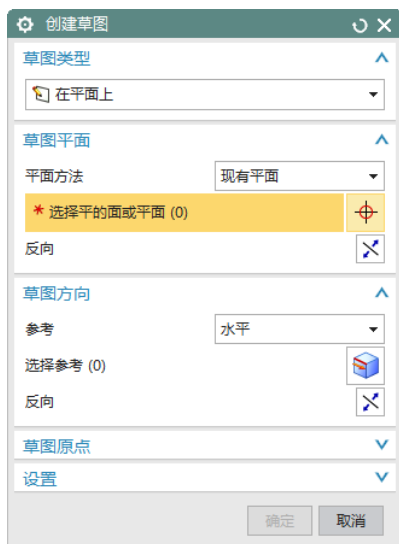

图 11-192 “创建草图”对话框
(3) 在“轮廓弯边”对话框中，设置“类型”为“基本”，单击“绘制截面”按钮，打开如图 11-192 所示的“创建草图”对话框。